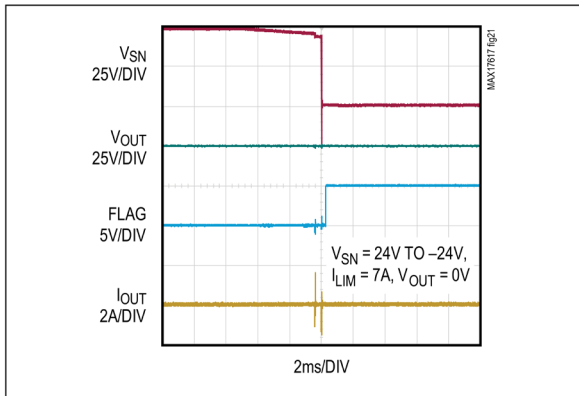
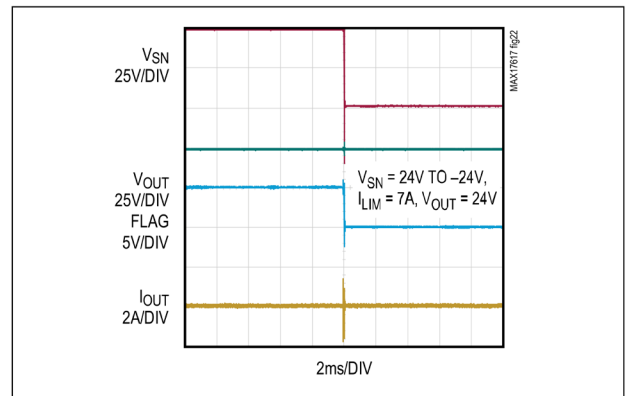

図 21.  $V_{OUT} = 0V$  および  $V_{SN} = -24V$  での入力逆極性保護
図 22.  $V_{OUT} = +24V$  および  $V_{SN} = -24V$  での入力逆極性保護
逆極性電圧保護の能力は、動作中の負荷バス電圧 ( $V_{OUT}$ ) と外付け nFET の電圧ブロック能力に依存します。例えば、 $V_{OUT} = 30V$  で  $-55V$  の入力電圧まで保護する場合、定格 85V の外付け nFET が必要となります。デバイスは、ゲート・ドライブ (GN) に 6.5V (代表値) を供給します。図 21 に、 $V_{OUT} = 0V$  および  $V_{SN} = -24V$  での MAX17617 の逆極性保護を示します。図 22 に、 $V_{OUT} = +24V$  および  $V_{SN} = -24V$  での MAX17617 の逆極性保護を示します。